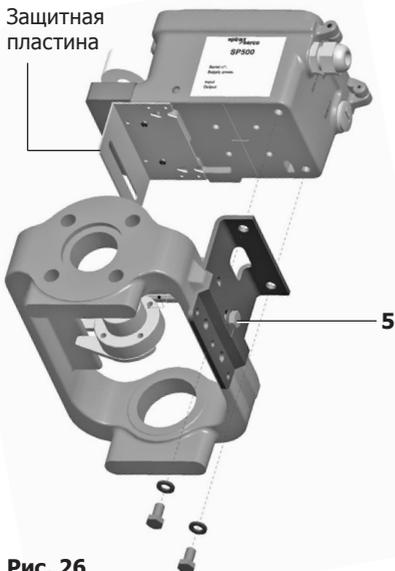

Рис. 26
Закрепите позиционер на крепёжной пластине, как показано на рис. 26 и 27.
Когда SP500 правильно размещён, затяните болт (5) при монтаже на литую стойку (рис. 26) или гайки крепления 'U'-образных хомутов (6) при монтаже на цилиндрическую стойку. Момент затяжки 10 - 12 Нм.